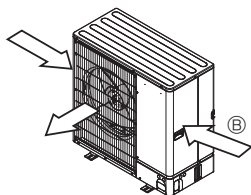

Fig. 2-6
- ③ Ако е възможно, поставете тялото така, че изходът за въздух да духа перпендикулярно на посоката на сезонния вятър. (Fig. 2-6)
- ④ Направляващо устройство на изхода за въздух
- ⑤ Посоча на вятъра